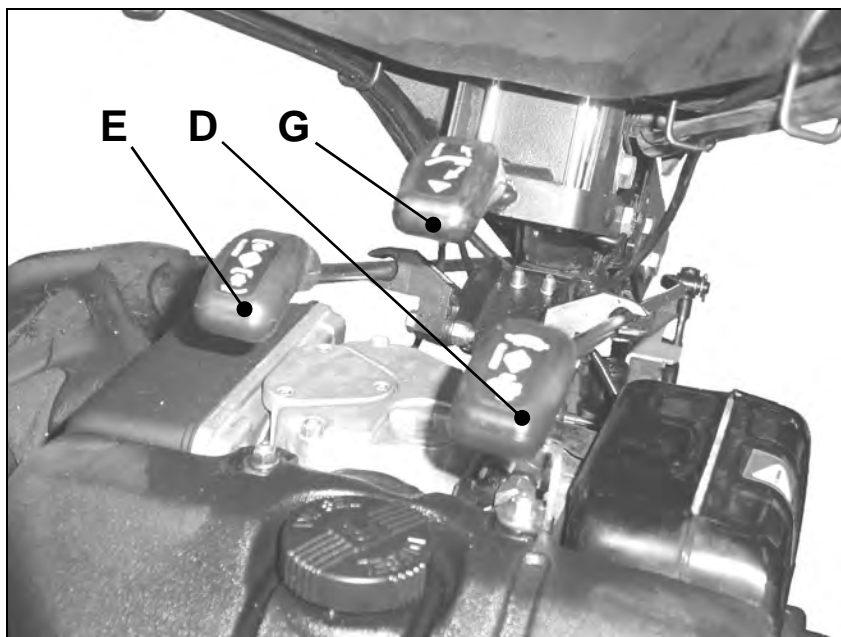

fig.6
- D** Leva comando marce: le posizioni delle diverse velocità sono indicate sul selettore, posto sull'asta di comando (fig.6).
- E** Leva innesto presa di forza (fig.6).
- G** Leva di regolazione altezza manubrio (fig.6).
- D** Speed control lever: the location of the different speeds are shown on the selector which is positioned on the control lever (fig.6).
- E** P.T.O. lever (fig.6).
- G** Handlebar height adjustment lever (fig.6).
- D** Levier commande des vitesses: les positions des différentes vitesses sont indiquées sur le sélecteur, placé sur la levier (fig.6).
- E** Levier embrayage prise de force (fig.6).
- G** Levier de réglage de la hauteur du mancheron (fig.6).
- D** Cambio de marchas: las posiciones de las distintas velocidades estan indicadas en el selector, en la palanca cambio (fig.6).
- E** Palanca para inserir la toma de fuerza (fig.6).
- G** Palanca de regulación en altura del manillar (fig.6).
- D** Geschwindigkeitshebel: die Positionen der verschiedenen Geschwindigkeiten sind auf dem Wähler, welcher auf dem Hebel angebracht ist, angegeben (Bild 6).
- E** Zapfwellenhebel (Bild 6).
- G** Einstellhebel für die Holmenhöhe (Bild 6).